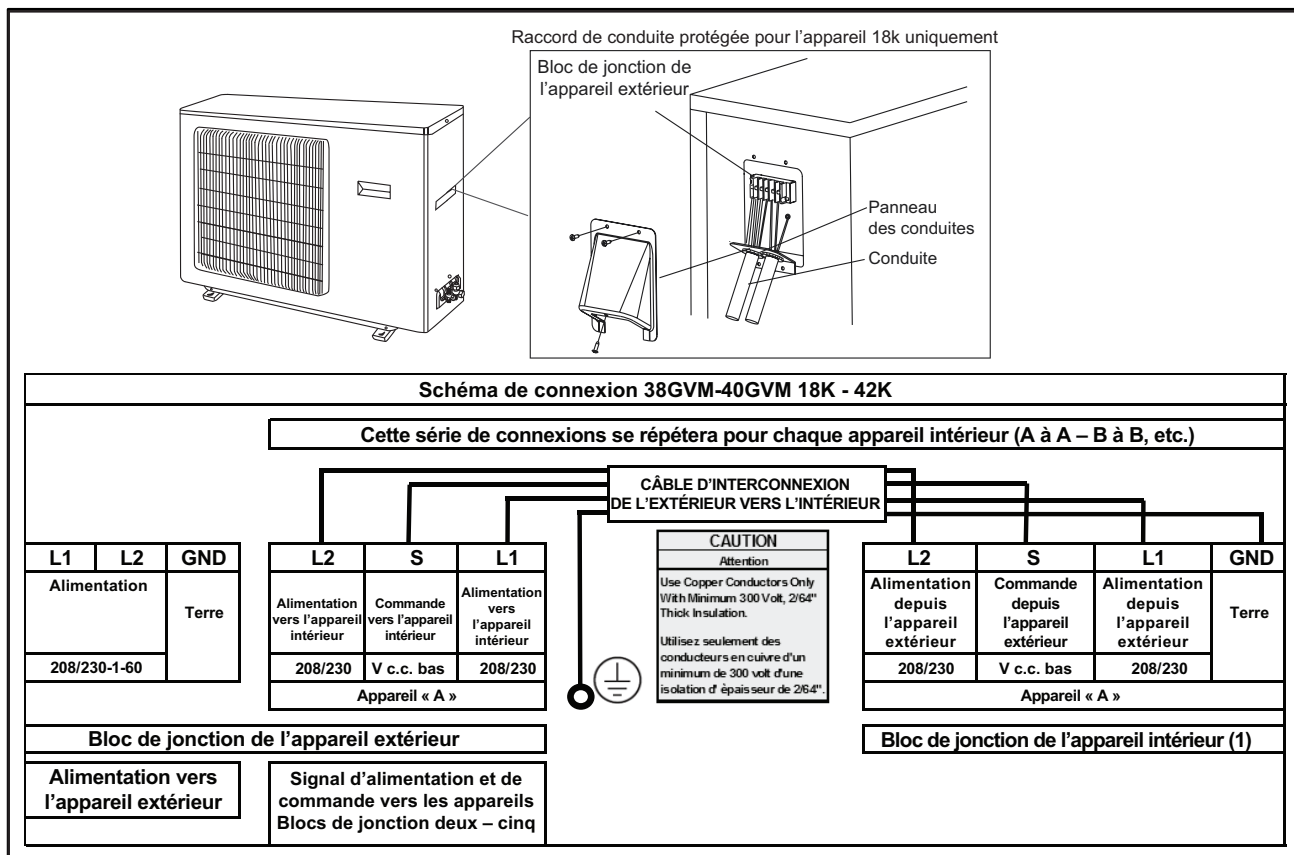

Fig. 16 - Câblage
5. Branchez les conduites sur le panneau des conduites. (Consultez la figure 16)
8. Raccordez le câblage de l'appareil extérieur conformément au schéma de connexion (voir la figure 16).